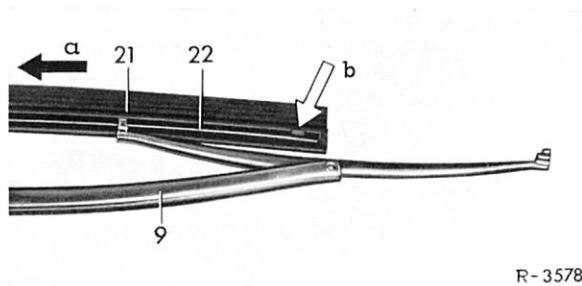

Bild 82-4/3
3. Dann beide Haltefedern (22) herausziehen.
4 Profilgummi (21) vorsichtig aus der Halterung des Wischerblattes (9) herausnehmen (Bild 82-4/3).